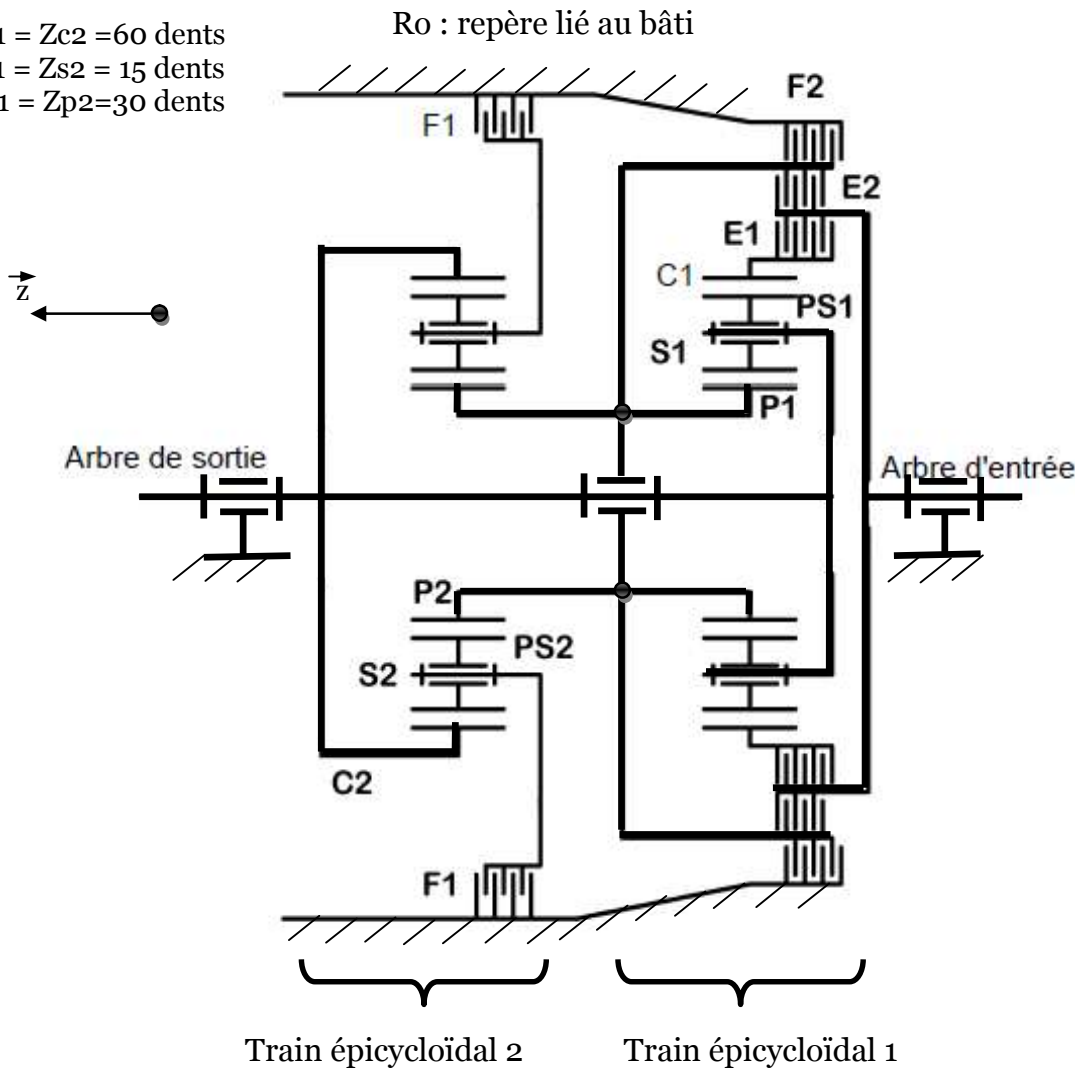

Figure 5
**Présentation (voir figure 5)**